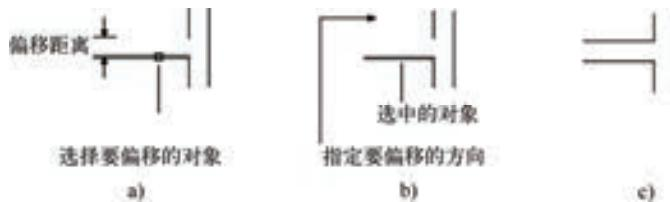

图 4-12 指定偏移对象的距离
(1) 指定偏移距离 输入一个距离值，或按〈Enter〉键，使用当前的距离值，系统把该距离值作为偏移距离。如图 4-12 所示。